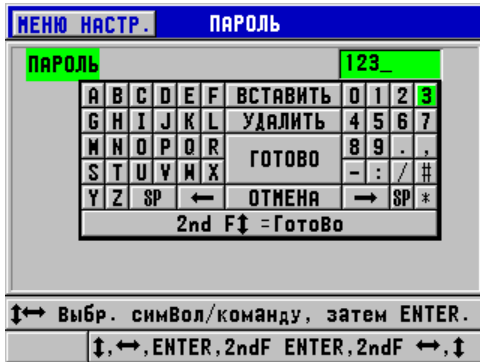

Рис. 7-9 Окно ПАРОЛЬ
2. В окне **ПАРОЛЬ** (см. Рис. 7-9 на стр. 146) введите пароль, используя до восьми буквенно-цифровых символов.